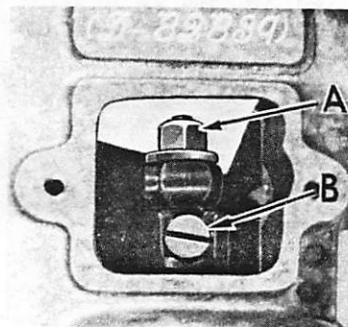

Fig.7
Die Stichverstellungsschraube B (Fig.7) wird zugänglich, wenn der Deckel unter der Seriennummer der Maschine abgeschraubt wird. Nach Lösen der Sechskantmutter A (Fig.7) kann die Stichverstellungsschraube B gedreht werden. Durch Rechtsdrehen wird die Stichlänge kürzer, durch Linksdrehen wird eine grössere Stichlänge erreicht. Nach Einstellung der gewünschten Stichlänge muß die Mutter A (Fig.7) wieder angezogen und der Deckel wieder aufgeschraubt werden.
To change the stitch length, remove the cover plate located on the back of the machine directly below the serial number. Loosen the lock nut (A, Fig.7) and turn screw (B) clockwise to shorten stitch or counterclockwise to lengthen it. After desired stitch length has been obtained, re-tighten the lock nut and replace the cover.